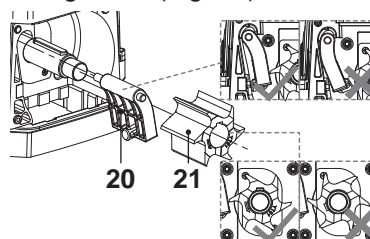

Fig. 14
4. Enlevez la lame [21] et la contre-lame [20] si nécessaire (Fig. 14).